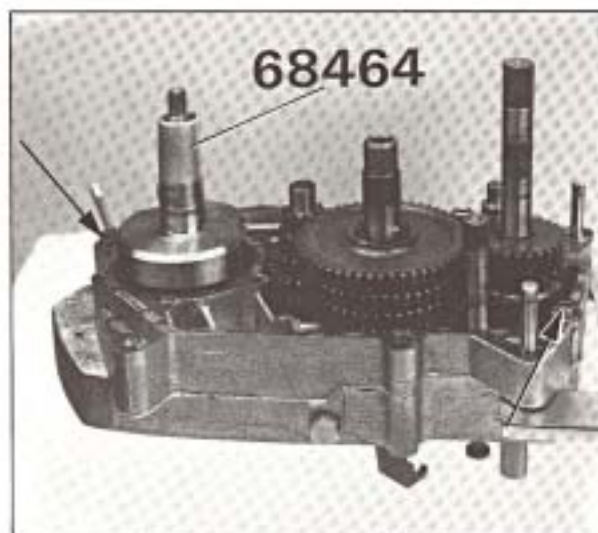

Fig. 32
- Pour éviter la détérioration du joint d'étanchéité, monter sur l'arbre la douille conique 68464 (figure 32).